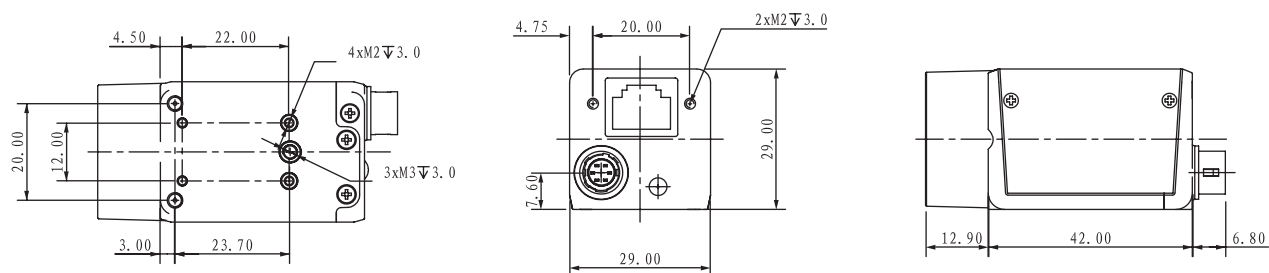

图 1-1: 29 * 29 * 42mm 外壳的 GigE 相机的物理尺寸（带 POE）。
■ 29 * 29 * 42mm 千兆网相机尺寸图如图 1-1 所示。